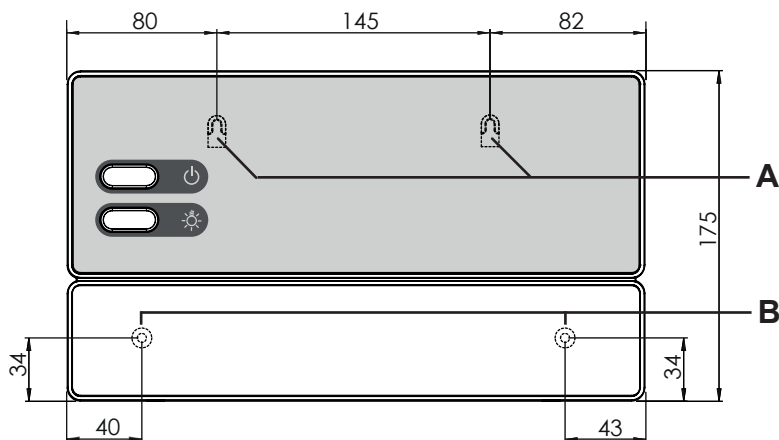

рис. 2 Расположение подвесного приспособления и монтажных отверстий (размеры указаны в мм)
1. На высоте ок. 1,70 м вкрутить в стенку сауны два винта с крестообразным шлицем (16 мм) так, чтобы они выступали из стенки на 7 мм. Расстояние между винтами должно составлять ок. 145 мм (см. **рис. 2**).
3. Повесить блок управления с помощью подвесного приспособления **A** на установленные винты с крестообразными шлицами (см. **рис. 2**).
4. Вкрутить два винта с крестообразными шлицами (16 мм) в нижние крепежные отверстия **B** (см. **рис. 2**).